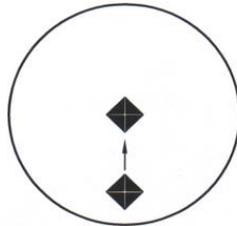

Abbildung 6-10 Eindruck ist unter der Mitte
2. Der Eindruck ist unter der Mitte. Siehe Abbildung 6-10.